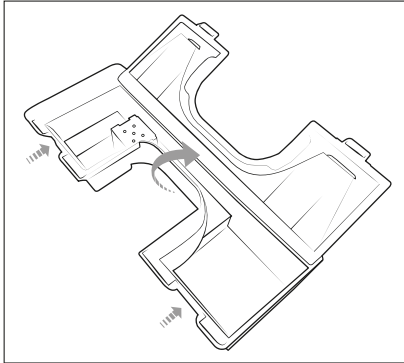

Abb. 11
- 4) Halten Sie den Schmutzwassertank **13** über ein Spülbecken und drücken Sie nacheinander die beiden seitlichen Entriegelungstasten nach oben (siehe Abb. 11). Klappen Sie den Schmutzwassertank **13** auf und schütten Sie das Schmutzwasser aus.